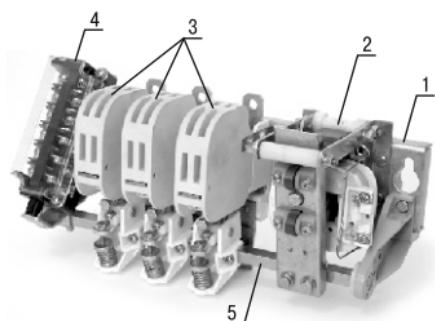

Рисунок 4. Общий вид контактора КТ6613И
7.1 Устройство и работа контакторов поясняется на примере контактора КТ6613И (рисунок 4).
На жесткой стальной рейке 1 (см. рисунок 4) смонтированы: неподвижная часть магнитной системы (сердечник с втягивающей катушкой 2), неподвижные контакты с дугогасительными камерами 3, установленные через изолиру-